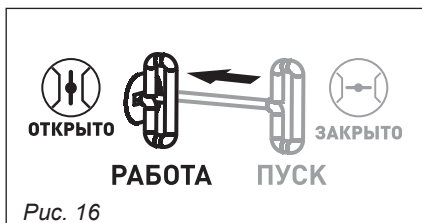

Рис. 16
6. После того как, как двигатель будет запущен, переместите рычаг воздушной заслонки в позицию «ОТКРЫТО» (рис. 16).